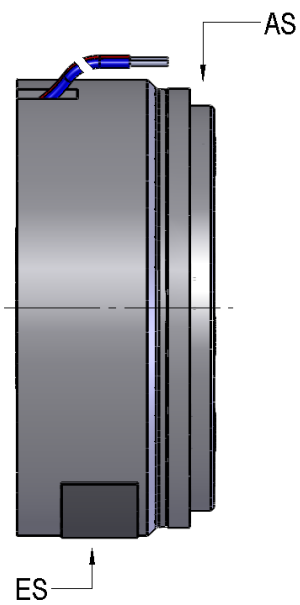

Abb. 17/1: High Torque Bremse Typen 86 611..P00 mit Anker 800
i Der Neuluftspalt s_N (siehe Tab. 46/1, Technische Daten) zwischen dem Anker (4) und dem Gehäuse (2) der High Torque Bremse stellt sich automatisch bei der Endmontage der Maschine (z.B. Motor) ein. Dazu ist der Abstand L (siehe Abb. 17/1) zwischen dem Außenring des Kugellagers (13) (Anschlag Kugellager (13) im Maschinenlagerschild (z.B. Motorlagerschild) (14) und der Anschlagsschulter der Maschinenwelle (z.B. Motorwelle) (12) (Anschlag für Flanschnabe (5)) so zu dimensionieren, dass sich beim Einbau bzw. Montage der Komponente in die Maschine (z.B. Motor), der erforderliche Neuluftspalt s_N (siehe Tab. 46/1, Technische Daten) sicher einstellt.
i Der Wert für den Abstand L (siehe Abb. 17/1) ergibt sich aus der Länge L_1 der Flanschnabe (5) (siehe Tab. 20/1 bzw. Offertzeichnungen zu den Komponenten) zuzüglich der Kugellagerbreite b des verwendeten Kugellagers (13) (Abstand $L = \text{Länge } L_1 + \text{Breite } b$). Die für den Einbau in die Maschine (z.B. Motor) empfohlenen Kugellager (13) können den Offertzeichnungen zu den Komponenten entnommen werden.
Bezugszeichenlisten zur Abb. 17/1
Bei der Montage der Bremse ist unbedingt darauf zu achten, dass sämtliche Bauteile axial fixiert sind und keine axiale Lagerluft vorhanden ist. Dabei muss der Innenring des Kugellagers (13) (z.B. Motorlager) mittels geeigneter Bauelemente unter Vorspannung gehalten werden. Es ist sicherzustellen, dass aus dem Kugellager (13) (z.B. Motorlager) keine Gleitmittel bzw. Schmiermittel in die Komponente eindringen können (z.B. durch abgedichtete Lager). Die montierten Bauteile, insbesondere die an der Reibung beteiligten Flächen müssen fett- und ölfrei sein. Bei der Montage des Ankersystems (AS) dürfen die Segmentfedern (7) nicht verformt werden. Der Neuluftspalt s_N (siehe Tab. 46/1, Technische Daten) nach der Montage der Komponente darf nicht über- bzw. unterschritten werden. Zur Prüfung und zur Einstellung des Luftspaltes s kann, z.B. am Maschinengehäuse (z.B. Motorgehäuse) (15) eine Öffnung (B, siehe Abb. 15/1 und Abb. 17/1) vorgesehen werden, sodass mit einer Fühllehre (siehe Kapitel 9) der Luftspalt s zwischen Gehäuse (2) und Anker (4) geprüft bzw. ermittelt werden kann (siehe Kapitel 5.1, Wartung, Prüfungen).